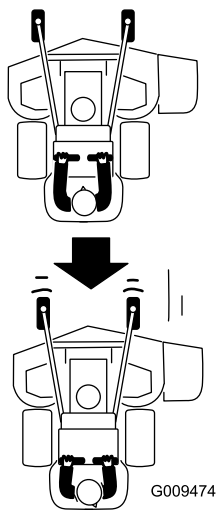

図 22
2. 走行コントロールレバーをゆっくりと後ろに引く 図 22。